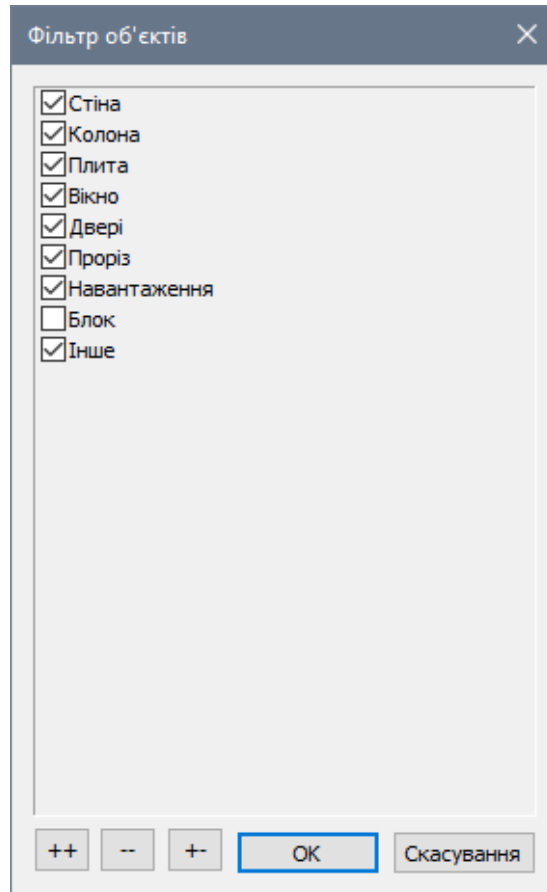

Рис. 14.26. Діалогове вікно **Фільтр об'єктів**
- натисканням по кнопці  викличе діалогове вікно **Фільтр об'єктів** (рис. 14.26);